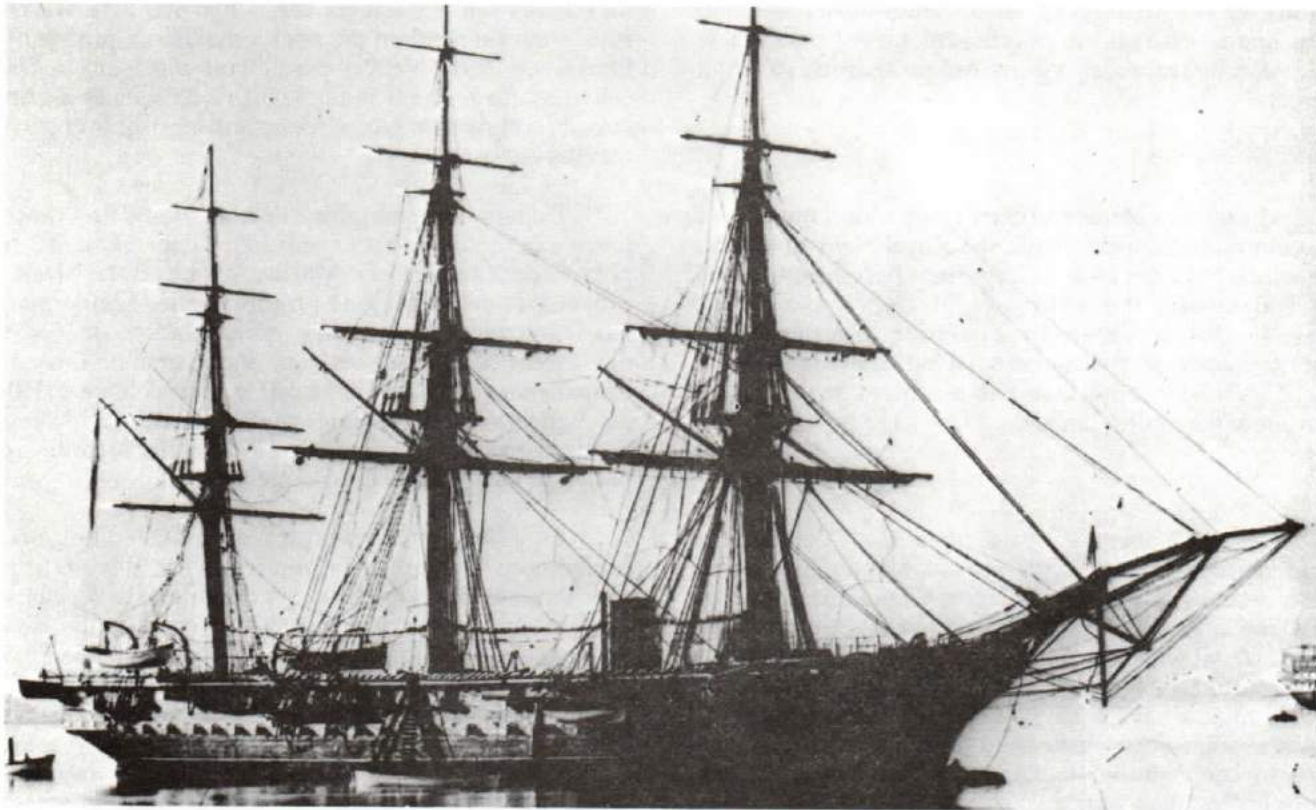

Figure 1-1
1. An ancient steam corvette named Charybdis, see Figure 1-1, was struggling home to Britain from the China Station. Having no plans for this vessel, the Admiralty decided that Canada could have her, and the offer was gratefully accepted. But fate was to take a hand.
1. Une ancienne corvette à vapeur, le *Charybdis* (voir la figure 1-1), rentrait péniblement des Mers de Chine vers l'Angleterre. L'Amirauté, qui n'avait aucun projet pour ce navire, décida d'en faire cadeau au Canada qui l'accepta avec reconnaissance. Cependant, le sort allait se mettre de la partie.